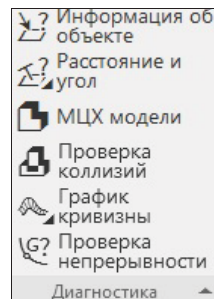

Рис. 25.12. Панель инструментов
- ◆ Панель инструментов **Диагностика** (рис. 25.12) — содержит команды, позволяющие выполнять различные измерения и вычислять массоцентровочные характеристики;